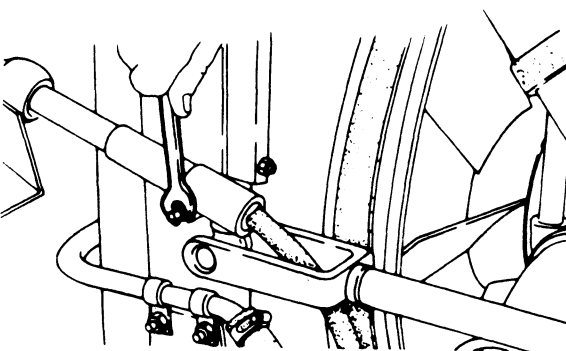

Fig. 6
- Tik de spie uit de koppeling tussen versnellingshendel en bedieningsstang en neem de versnellingshendel met leidingen uit de cabine (Fig. 6).